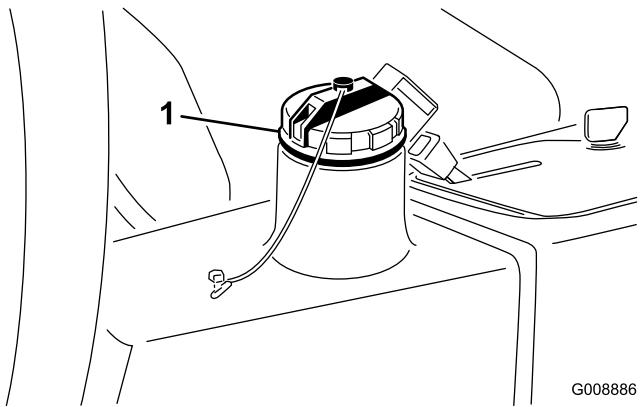

図 25
2. 油圧オイルタンクの注油口周辺をきれいに拭き、キャップ(図 25)を外す。キャップを外す。